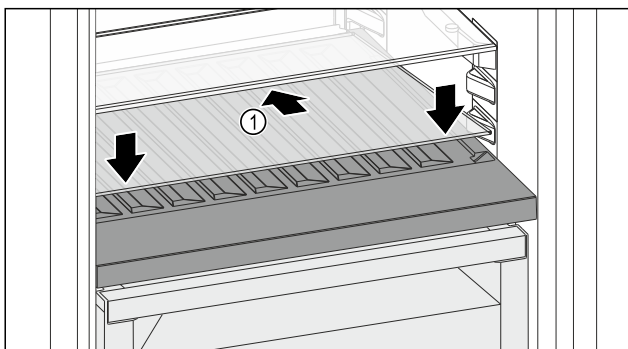

Fig. 168
- Așezați placa de sticlă Fig. 168 (1) oblic și spre spate înclinată în jos.
- Coborâți în față placa de sticlă Fig. 168 (1).